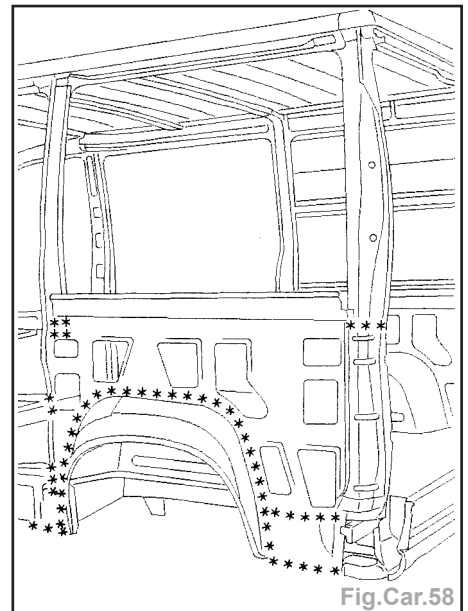

Fig.Car.58
- Dégraffer les lignes de points à l'aide d'une fraise de Ø 8 mm (Fig.Car.58).